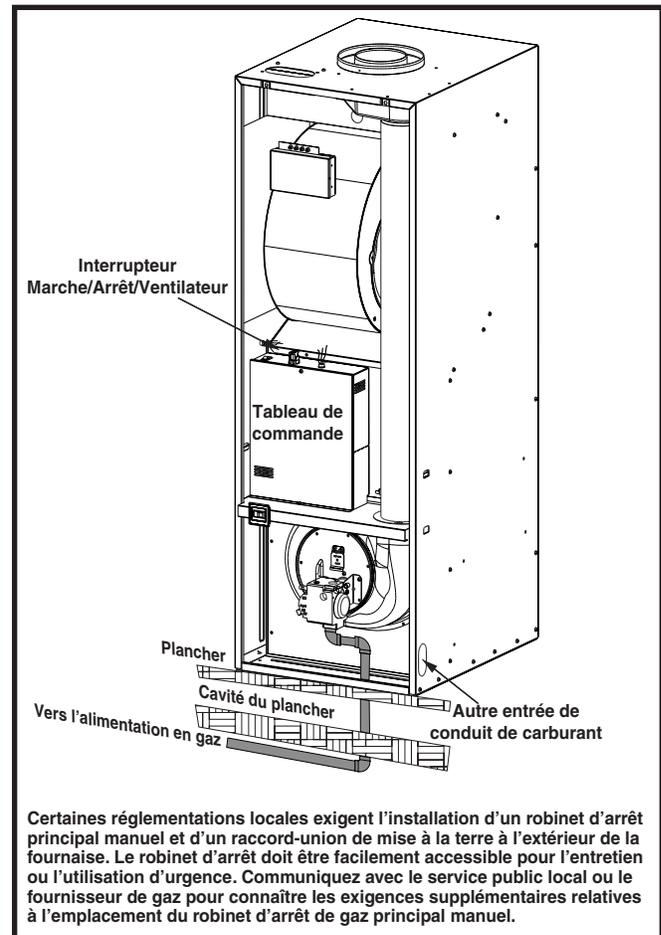
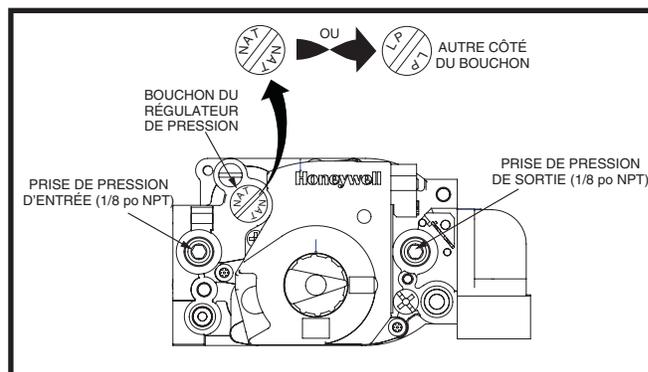

Figure 26. Tuyauterie typique de gaz
Figure 27. Robinet de gaz Honeywell
Cette fournaise peut être installée avec une entrée de gaz sur la gauche, la droite ou le dessous. Au moment de raccorder l'alimentation en gaz, prévoyez un dégagement entre la conduite d'alimentation de gaz et le trou d'entrée dans le boîtier de la fournaise pour éviter les bruits non désirés ou les dommages à la fournaise. Le branchement typique du gaz pour cette fournaise est montré à la Figure 26 (page 15).
- Certaines réglementations locales exigent l'installation d'un robinet d'arrêt principal manuel et d'un raccord-union de mise à la terre à l'extérieur de la fournaise. Consultez la Figure 26 (page 15). Le robinet d'arrêt doit être facilement accessible pour l'entretien ou l'utilisation d'urgence. Communiquez avec le service public local ou le fournisseur de gaz pour connaître les exigences supplémentaires relatives à l'emplacement du robinet d'arrêt de gaz principal manuel.
- Les installations de conduits de carburant autres que les installations typiques montrées dans la Figure 26 \(page 15\) et la Figure 27 \(page 17\) doivent respecter les dispositions relatives aux conduits de carburant de la Norme fédérale de construction et de sécurité des maisons préfabriquées (H.U.D. Titre 24, Partie 3280) et le National Fuel Gas Code (ANSI-Z223.1/NFPA-54).
- Un bouchon de 1/8 po NPT pour connexion de jauge est présent sur le robinet de gaz. Consultez la Figure 27 \(page 17\) pour les emplacements.
(GPL). Les orifice requis pour la conversion est fournis avec la fournaise. Voyez la Figure 27.
6. Dévissez le bouchon du régulateur de pression et cherchez les lettres NAT ou LP. Consultez la Figure 27 \(page 17\).
1. Retirez le bouchon de pression d'entrée du côté ENTRÉE du robinet de gaz avec une clé Allen 3/16. Consultez la Figure 27 \(page 17\).
1. Retirez le bouchon de pression d'admission du côté sortie du robinet de gaz avec une clé Allen 3/16. Voyez la Figure 27 \(page 17\).
6. Remplacez le bouchon afin que les lettres qui figurent sur le dessus correspondent au type de gaz utilisé par la fournaise. Consultez la Figure 27 \(page 17\).